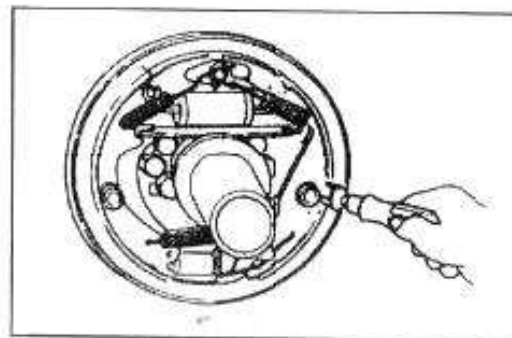

Рис. 6-9
(1) Снимите неподвижную пружину вспомогательной тормозной колодки и снимите регулировочный рычаг, верхний рычаг и возвратную пружину верхнего рычага (см. Рис. 6-9);